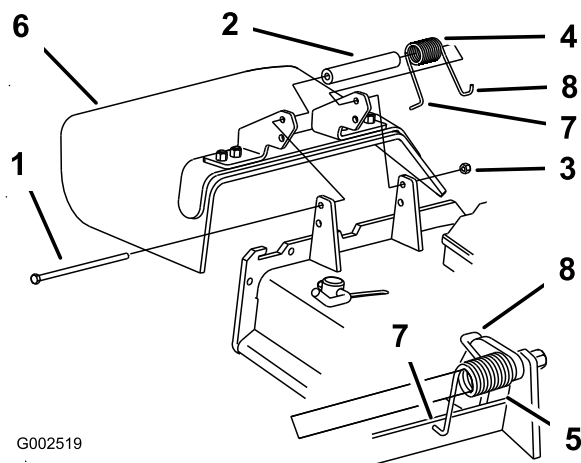

Figure 107
1. Retirez le contre-écrou, le boulon, le ressort et l'entretoise qui fixent le déflecteur aux supports de pivot (Figure 107).
**Remarque:** Prenez soin de placer l'extrémité en L du ressort derrière le bord du plateau avant de mettre le boulon en place, comme montré à la Figure 107.
5. Accrochez l'extrémité en J du ressort au déflecteur d'herbe (Figure 107).